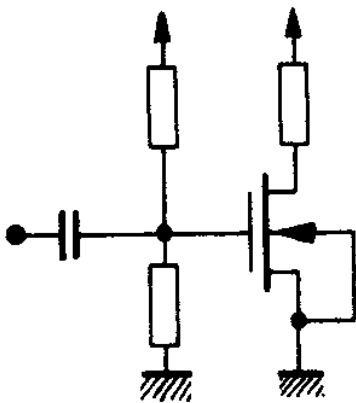

Fig. 23
1) Un MOS à enrichissement devra obligatoirement travailler à tension de grille positive (figure 23). On l'emploie, en général, dans les circuits de commutation. Sa structure simple permet de l'employer en haute intégration (LSI = large scale intégration).